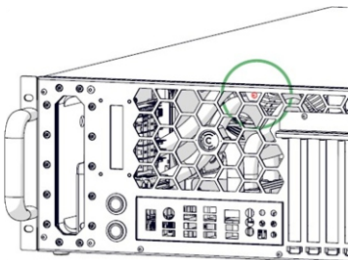

Рисунок 13 – Извлечение винта фиксации верхней крышки с передней панелью
– открутите шестигранным ключом s2 винт М3 с полукруглой головкой, фиксирующий верхнюю крышку с передней панелью (рисунок 13);